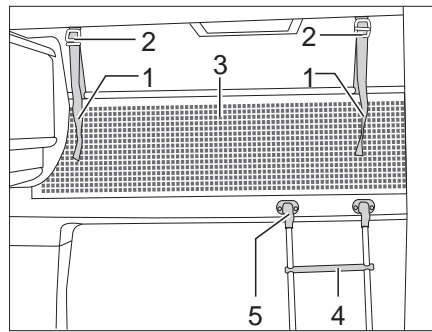

Fig. 121 Lit de capucine
Toujours monter sur le lit de capucine avec l'échelle de montée (Fig. 121,4) de série.
- Accrocher l'échelle par les longerons sur le bandeau du lit de capucine (Fig. 121,5) installé au bord du lit.
Le filet de sécurité (Fig. 121,3) de série est rangé entre le matelas et le sommier à lattes. Ne tendre le filet de sécurité qu'une fois que les personnes se trouvent dans la capucine.
- Faire s'enclencher les sangles de retenue (Fig. 121,1) dans les œillets du plafond (Fig. 121,2).